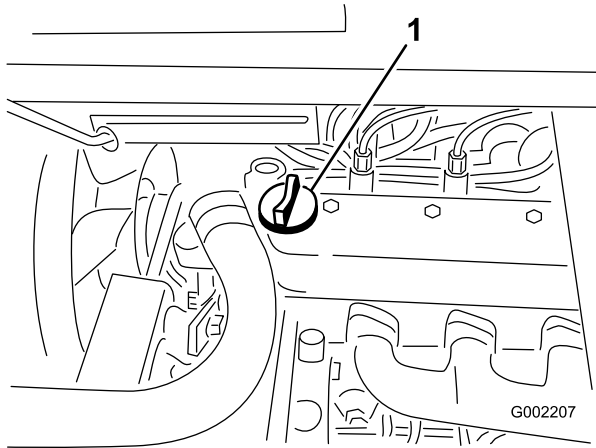

Figura 16
3. Se l'olio è insufficiente, togliete il tappo di rifornimento dal coprivalvola (Figura 16) e versate l'olio nel foro finché non raggiunge il segno di pieno (Full) sull'asta; il tipo di olio e la viscosità adatti sono riportati nella sezione Manutenzione dell'olio motore, . Versate l'olio lentamente, controllando spesso il livello durante questa operazione. Non riempite troppo.